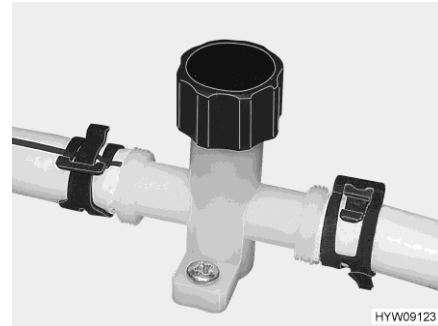

Fig. 98 Robinet de vidange (conduite d'eau)
- Fermer tous les robinets de vidange (Fig. 98). Tourner pour cela les capuchons dans le sens des aiguilles d'une montre ou mettez le commutateur à bascule à l'horizontale. La valve de sécurité et de vidange et les robinets de vidange se trouvent dans le coffre de la banquette ou sous une trappe.